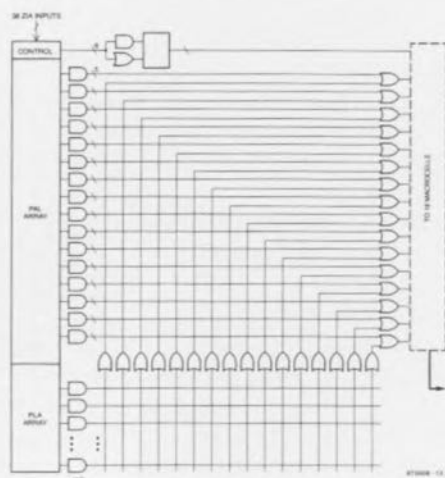

Figure 2. Architecture de bloc logique selon Philips
La figure 2 nous apprend que chaque bloc logique contient des termes de commande, une matrice PAL, une matrice PLA, et 16 macro-cellules. Les 6 termes de commande peuvent être configurés individuellement comme terme de somme ou de produit et servent à la commande des validations de sortie Preset/Reset des 16 bascules de macro-cellule. La matrice PAL consiste d'une matrice ET (AND) programmable à matrice OU (OR) câblée alors que la matrice PLA consiste elle en une matrice OU programmable à matrice ET câblée. La matrice PAL garantit une trajectoire grande vitesse dans la matrice, la matrice PLA offrant une densité de termes de produits plus élevée. Chaque macro-cellule possède 5 termes de produit dédiés de la matrice PAL. Le temps de propagation broche à broche t_{PD} du Z5032 à travers la matrice PAL est de 6 ns. Cette valeur est identique à celle des CPLD 5 V les plus rapides aujourd'hui. Si une macro-cellule a besoin de plus de 5 termes de produit elle tire tout simplement des termes de produit additionnels de la matrice PLA. La matrice PLA comporte 32 termes de produit utilisables par toutes les 16 macro-cellules. La durée de transfert additionnelle introduite par une macro-cellule utilisant 1 ou tous les 32 termes de produit PLA est de 2 ns seulement. Le temps